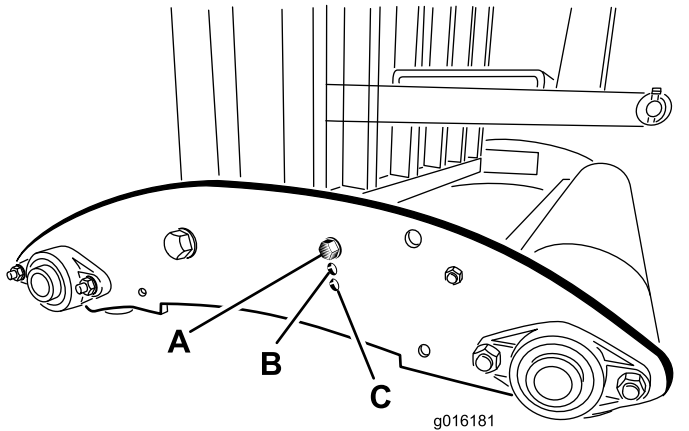

图32
**注意** 在 SR54-S 和 SR70-S 型号上如果打孔机打孔针深度设置在位置 A 应将安装管的端部安装到侧板的下安装孔内图32。深度设置位置 B 或 C 则使用上安装孔。